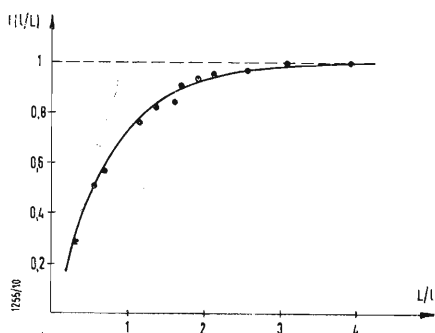

Fig. 2 - Andamento della funzione $f(l/L)$.
e l'andamento della funzione espressa dalla (10), nel caso $x = 0$ è stata sperimentalmente ottenuta da F. Kuhrt [3] ed è riportato in fig. 2. Si vede che per $L = l$, $f = 0,7$; per $L = 2l$, $f = 0,9$ e infine per $\frac{L}{l} \geq 4$ la funzione $f\left(\frac{L}{l}\right)$